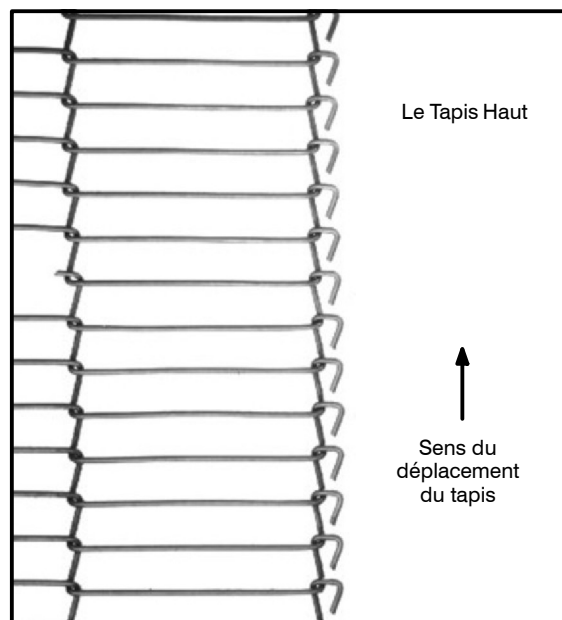

Figure 7
4. Installez la bande transporteuse comme illustré. Voir les Figure 7 à Figure 13.